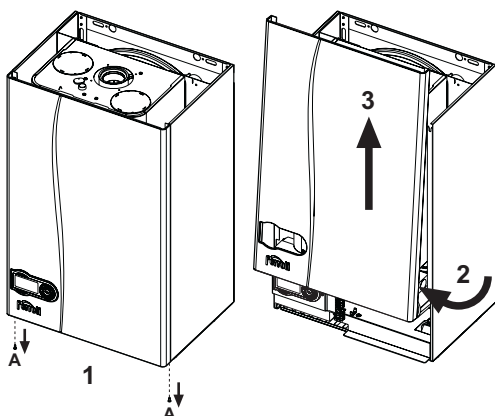

рис. 28 - Снятие кожуха
- Отвинтите винты "А" (см. рис. 28).
- Поверните кожух (см. рис. 28).